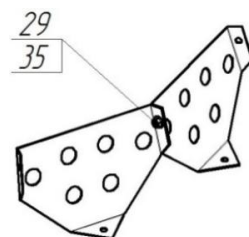

Рис. 16
3.11. Преодолевая усилие пружины (16), оттянуть фиксатор (8) вниз и повернуть ёмкость на удобный угол. Прикрепить лопасти (11) к емкости нижней (2) и емкости верхней (12), с помощью болтов (17), шайб (28) и гаек (32), при этом шайбы установить с наружной стороны ёмкостей.
Возможна комплектация бетоносмесителя сборными лопастями (рис. 16). В этом случае необходимо две полу-лопасти скрепить между собой болтом (35) и гайкой (29). После установить в бетоносмеситель с помощью болтов (21), шайб (14) и гаек (29).